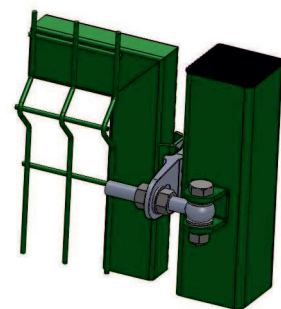

рис.9
- при открытии калитки наружу рис.9.